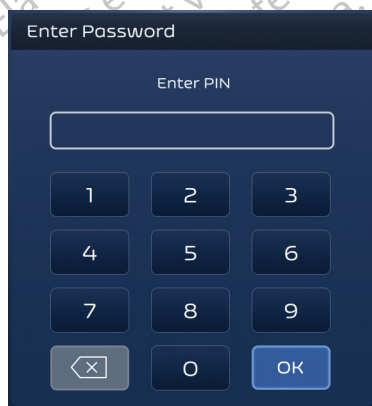

Figura 3. Ecranul de conectare inițial cu parolă
3. După finalizarea POST, va apărea ecranul inițial de conectare cu parolă. Introduceți parola de conectare* folosind tastatura și apoi apăsați pe butonul OK (a se vedea figura 3).